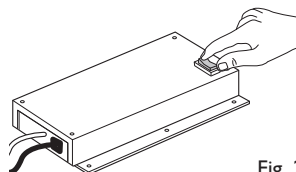

Fig. 2
- que la touche rouge de réinitialisation, située au-dessus du boîtier de l'installation électrique, est enfoncée. (Figure 2)